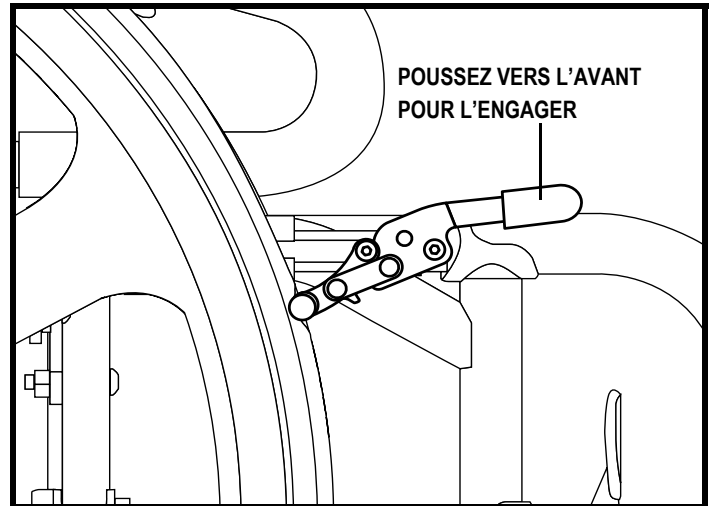

Figure 6. Frein de stationnement droit engagé (poussez pour bloquer)
1. Engagez les deux freins manuels de stationnement. Voir la figure 6.
1. Engagez les deux freins manuels. Voir la figure 6.